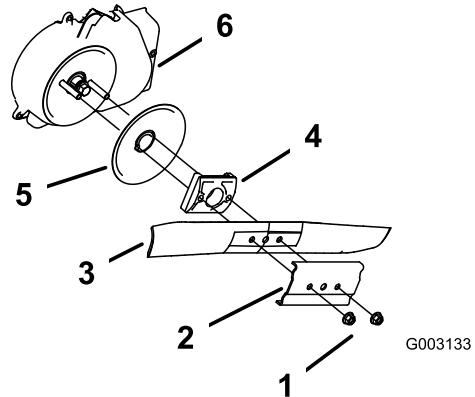

図 36
3. ブレードナット2個とスティフナを取り外す図 36。
4. ブレードを取り外す図 36。
5. ブレードドライバとディスクを取り外す図 36。
6. ブレードブレーキのクラッチのシールドを外す図 36。
10. ブレードとスティフナを元通りに取り付ける図 36。